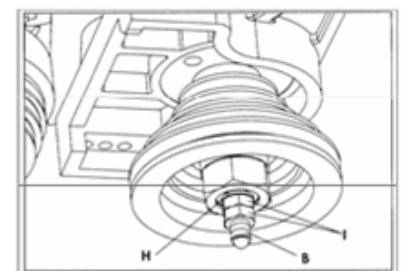

Рис. 3.14
8. Откройте дверцу корпуса и наденьте специальную коническую шайбу (H) на нижнюю часть шомполя (B), как показано на Рис. 3.14. Коническая шайба (H) была снята со шомполя на шаге 4.
9. Накрутите и сильно затяните две стопорные гайки (I), как показано на Рис. 3.14. Две стопорные гайки были сняты с шомполя на шаге 4.